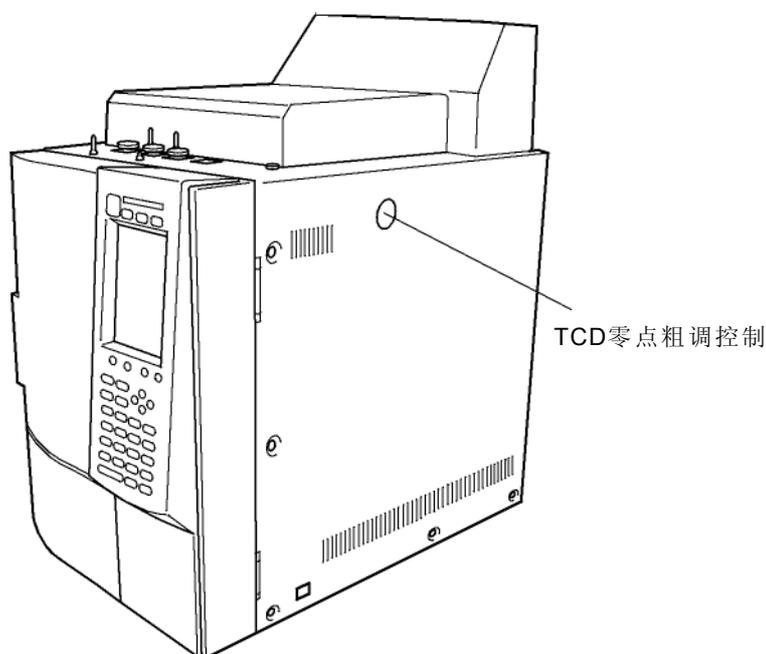

图.13.2.4
2. 如图.13.2.4所示打开TCD零点粗调控制器, 使基线接近零点. 控制器打开后需要一段时间移动基线. 慢慢打开控制.